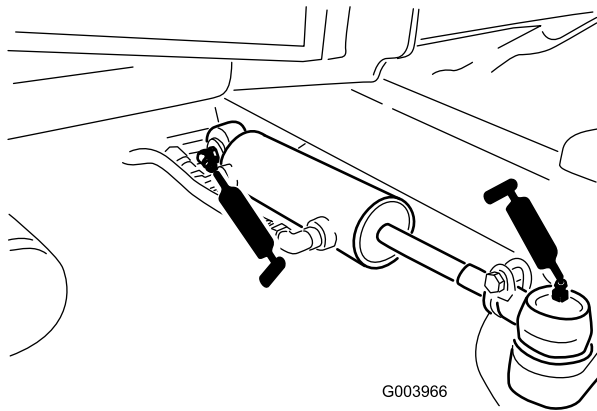

Figura 81
- Giunti a sfera (2) del cilindro di sterzo (Figura 81)